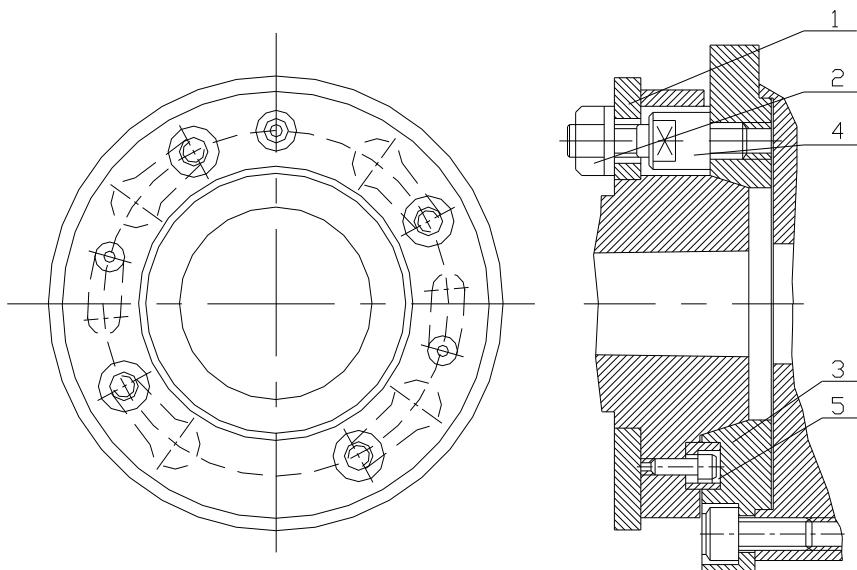

Рис.4-11
4.8.1 УСТАНОВКА ЗАЖИМНОГО УСТРОЙСТВА НА ПЕРЕДНЕМ КОНЦЕ ШПИНДЕЛЯ СОГЛАСНО DIN55027/ISO702-III рис.4-11
Когда производится установка зажимного устройства согласно рис.4-11 байонетную шайбу 1 необходимо закручивать по часовой стрелке (шпиндель в прямом направлении) так, чтобы гайки 2 прошли сквозь двухступенчатые шлицевые отверстия байонетной шайбы. Зажимное устройство устанавливается на конус шпинделя так, чтобы зажимные болты 4 и гайки 2 прошли сквозь отверстия шпинделя, а круглая втулка 5 совпала с гнездом зажимного устройства. После поворота байонетной шайбы 1 против часовой стрелки до упора гайки 2 затягиваются.